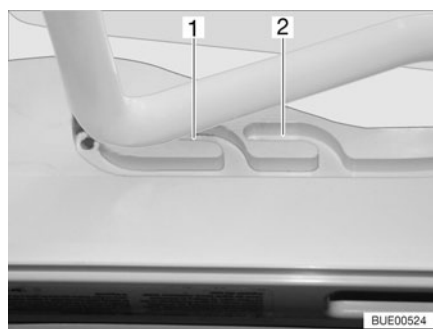
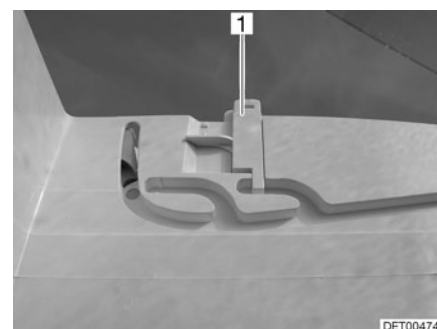

Fig. 51 Claraboya Heki en posición de ventilación
Fig. 52 Bloqueo de la posición de ventilación
La claraboya Heki se puede colocar en dos posiciones de ventilación: Posición de mal tiempo (Fig. 51,1) y posición mediana (Fig. 51,2). Según el modelo, la claraboya podrá ser bloqueada en la posición mediana con el pestillo (Fig. 52,1).
- Presionar el estribo ligeramente hacia arriba y empujarlo en la guía seleccionada (Fig. 51,1 ó 2) y, si fuera necesario, bloquearlo.